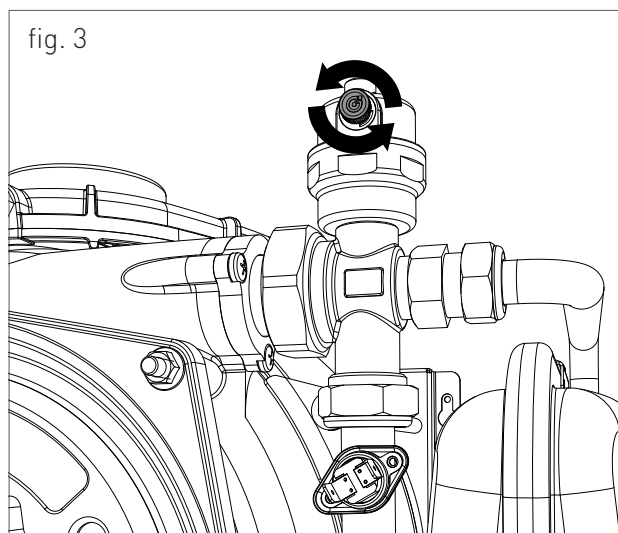

fig. 3
3. slăbiți ușor capacul supapei de siguranță așezat pe partea superioară a blocului de condens (fig. 3) pentru a elibera aerul din partea superioară a sistemului;